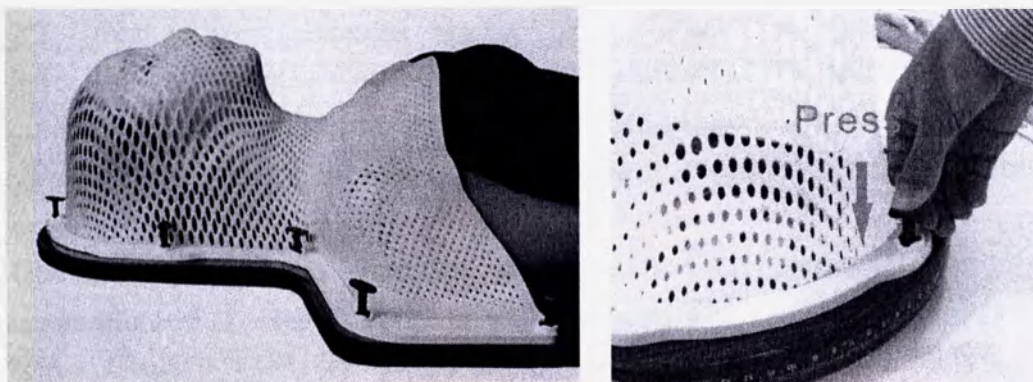

Рисунок 10
5.2.7 Нажмите вертикально на нажимные штифты, чтобы убедиться, что рама закреплена (рисунок 10).